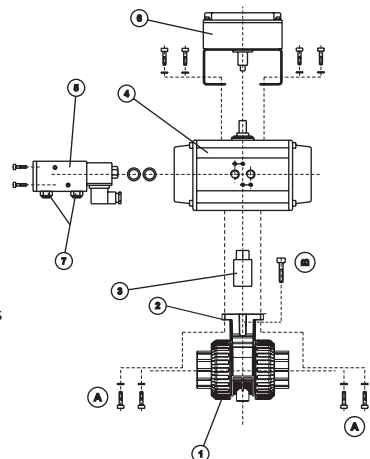

Fig. 19
5. Retirar os parafusos (B, Fig. 19).
6. Separar o actuador eléctrico (4) com o flange de fixação (2) da válvula.
7. Retirar os parafusos (A) para separar o actuador do flange de fixação.
8. Se desejar substituir o actuador por uma alavanca, retire também o casquilho de ligação (3).